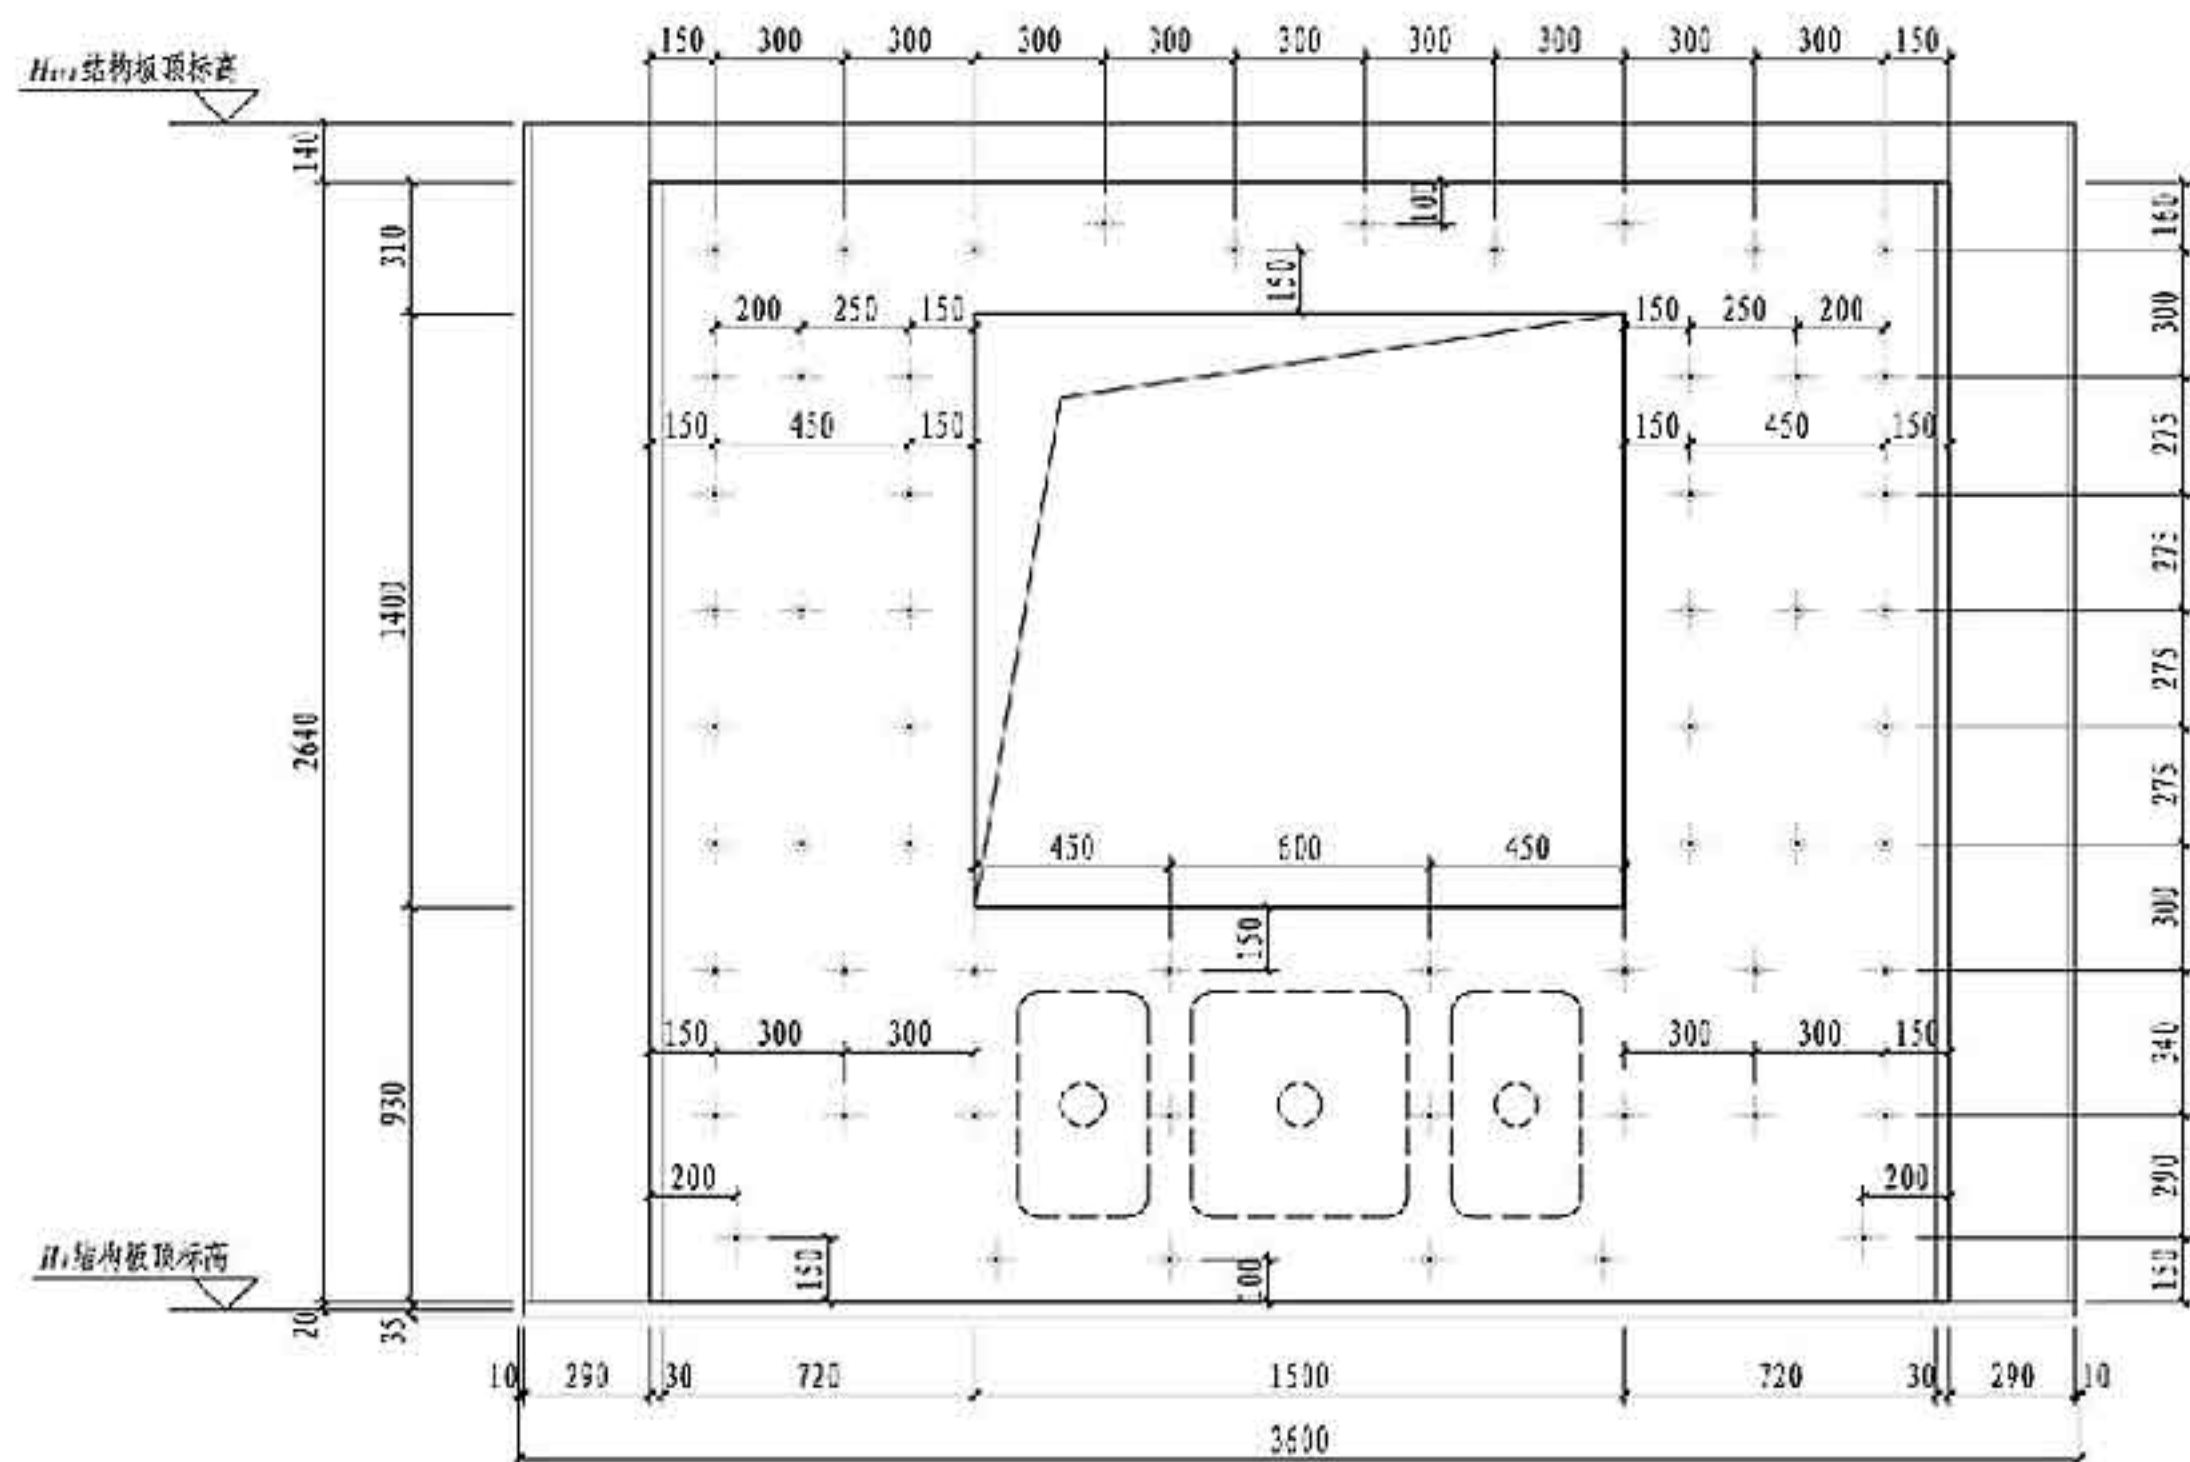
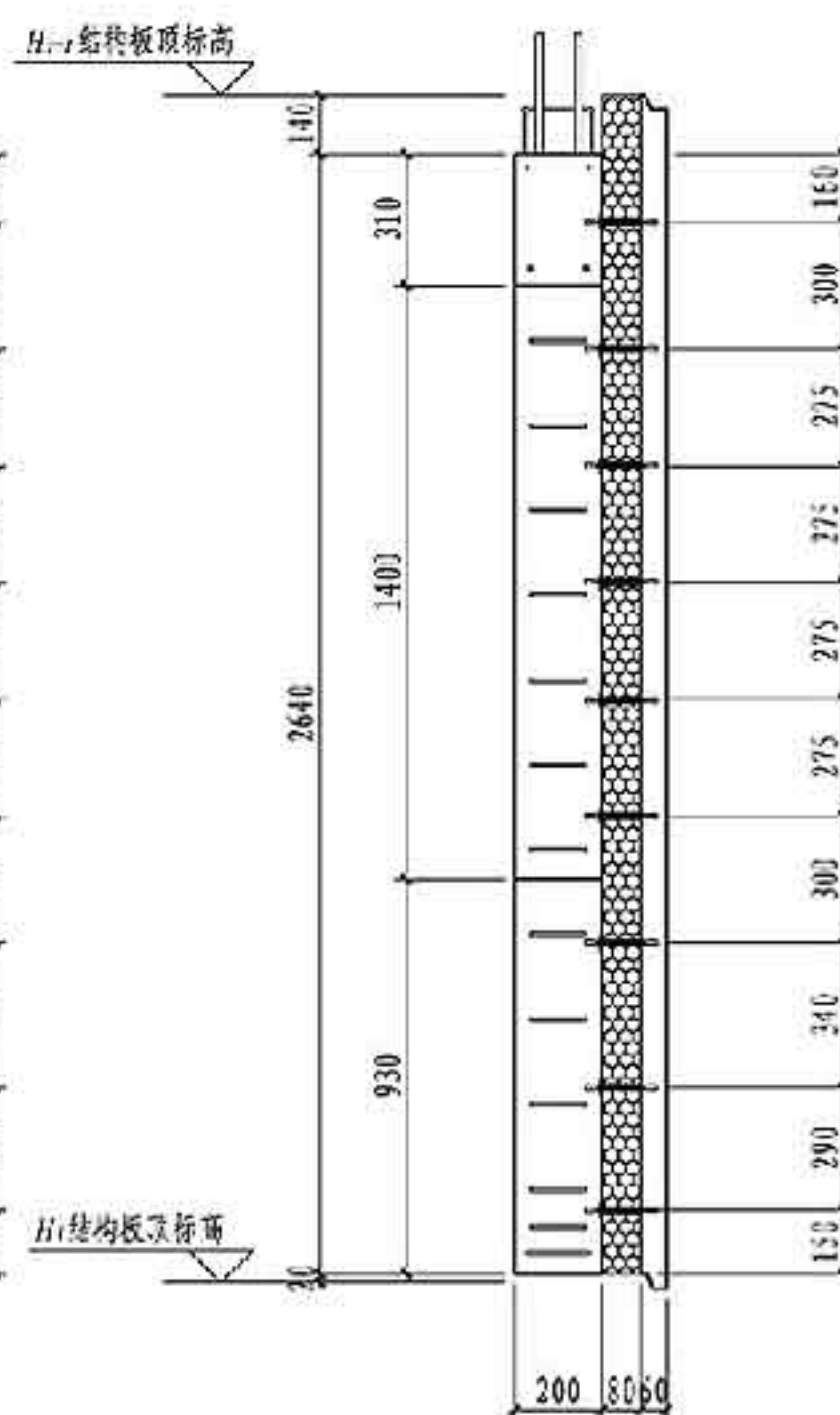

图2 拉结件平面布置图
图3 右视图
4.1 针对本图集第54页WQC1-3629-1514墙板，本产品的拉结件布置如图2、图3所示。